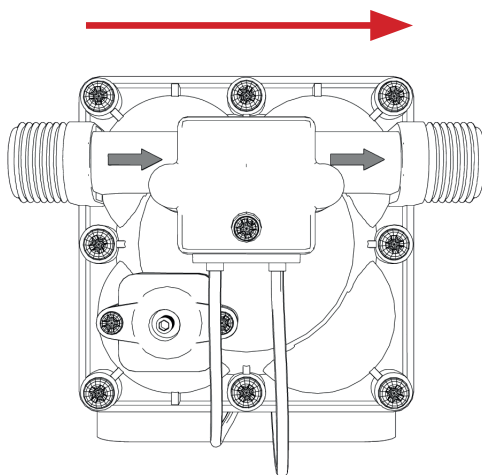

Fig. 6: Sentido do caudal
**Importante!** Preste atenção ao sentido do caudal! O sentido do caudal da bomba é indicado por uma seta na cabeça da bomba (fig. 6).